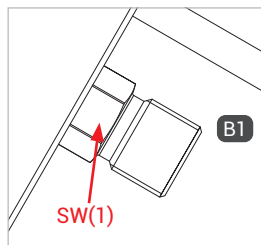

Figure 2
- ▶ Lors du montage du flexible de remplissage, exercez une contre-pression sur le méplat SW (1) (Figure 2) à l'aide d'une clé à fourche.
- ▶ Vissez hermétiquement l'entrée fluide « B1 » à l'embout de raccordement du flexible de remplissage (Figure 2). Voir le tableau ci-dessous pour les couples de serrage.